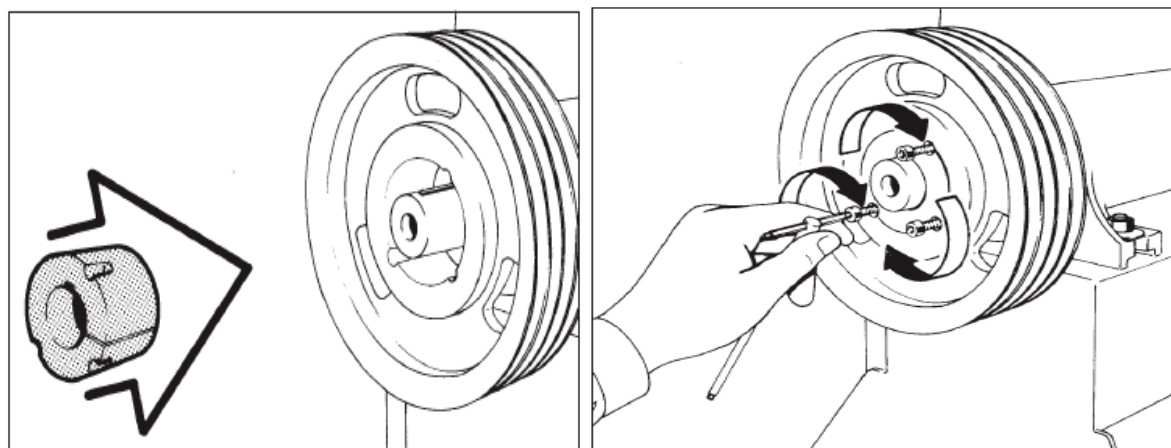

Abb. 3
- Drehstrommotor mit den Schraubbolzen (1) ohne Festziehen auf den Spannschienen (4) vormontieren. Auf der Motor- und Ventilatorwelle müssen die Riemenscheiben (Abb. 3) bereits vormontiert sein. Vor der Montage der Riemenschutzvorrichtung, müssen die Riemenscheiben 20 - 25 mm vor dem Wellenanschlag (Wellenschulter) - fluchtend - montiert sein (6+7).
- Motor und Spannschienen am Grundrahmen (5) befestigen.
- Riemenspanner mit Hilfe der Muttern (2) an der Gewindestange (3) einstellen. Noch einmal die Fluchtung der Achsen kontrollieren und gegebenenfalls korrigieren. Konter-Muttern festziehen.